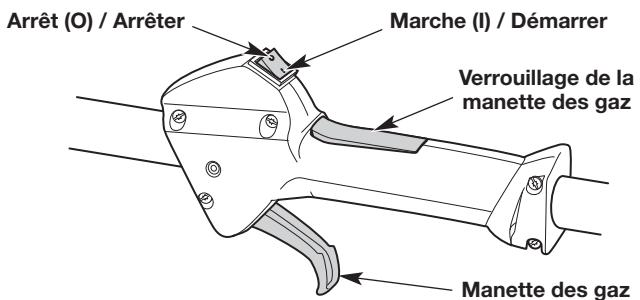

Fig. 10
- REMARQUE :** Il est inutile de mettre l'appareil en marche. La commande Marche/Arrêt est en position Marche (I) en permanence (Fig. 10).
6. Appuyez sur le verrouillage de la manette des gaz et enfoncez la manette des gaz (Fig. 10). Tirez sur la corde de démarrage en effectuant un mouvement contrôlé et ferme à **5 reprises** (Fig. 12).
2. Maintenez la commande Marche/Arrêt enfoncée en position ARRÊT (O) jusqu'à ce que le moteur soit complètement arrêté (Fig. 10).